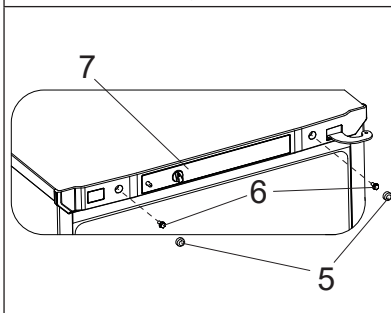

Рисунок 6
5. Маленькой отверткой подцепите, и снимите колпачки 5 (см. рисунок 6). Торцовым ключом на 8 выкрутите болты 6 передней панели 7 (см. рисунок 6).